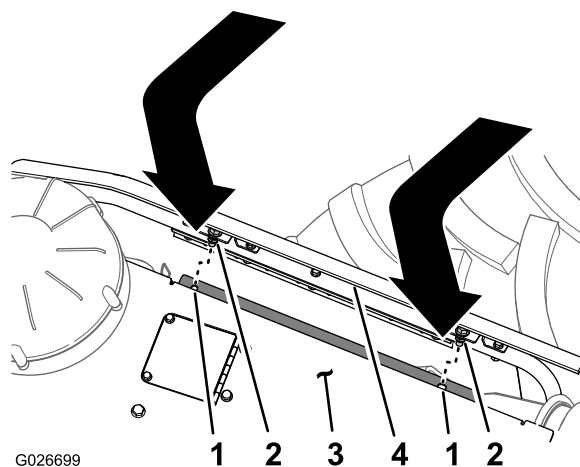

Figura 62
2. Alinhe o parafuso de fixação na parte superior do painel lateral com o furo no flange de suporte do capô (Figura 62).